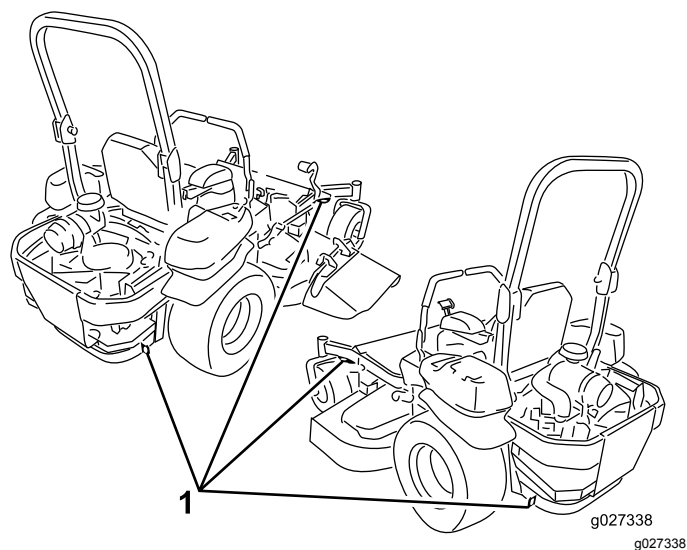

Figura 40
6. Amarre la máquina junto a las ruedas giratorias delanteras y el guardabarros trasero con correas, cadenas, cables o cuerdas (Figura 40). Consulte la normativa local respecto a los requisitos de amarre.